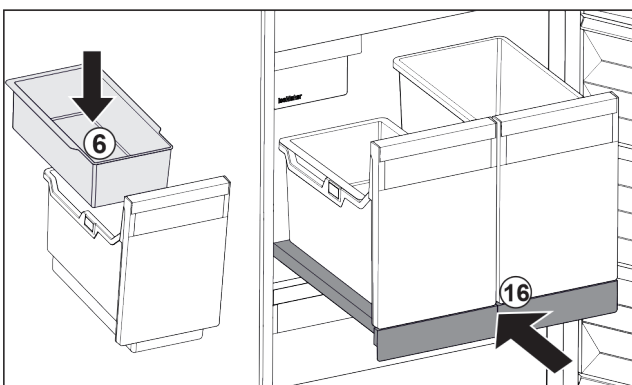

Fig. 35
- ▶ Inhangschaal Fig. 35 (6) voor ijsblokjes aanbrengen.
- ▶ Uitschuifplateau met bak (IceTower) er inschuiven. Fig. 35 (16)